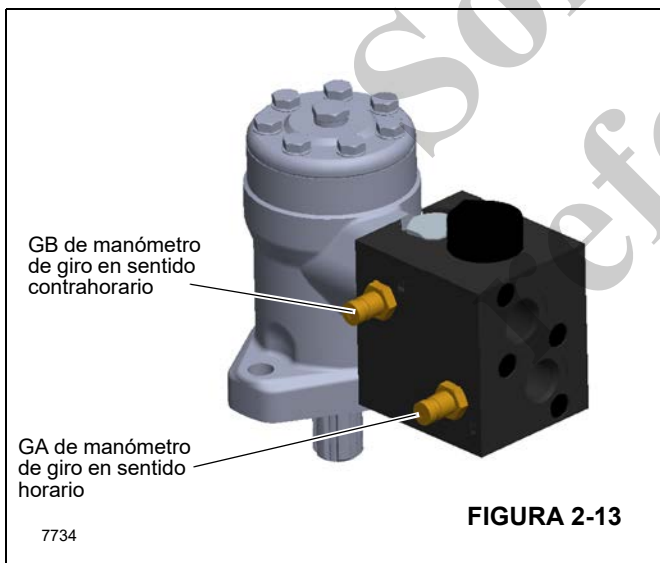

FIGURA 2-13
- Instale un manómetro con capacidad mínima de 345 bar (5000 psi) en la lumbrera para manómetro GA o GB en el colector del motor hidráulico (Figura 2-13).